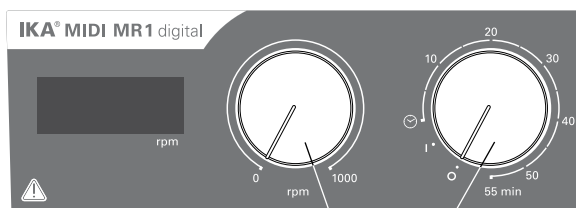

Fig. 3
- ☞ 「オン/オフ」および「タイマー」ダイヤルノブ (B, Fig. 3参照) を時計回りに「1」の位置まで回し、本体の電源を入れます。
- ☞ 「オン/オフ」および「タイマー」ダイヤルノブ (B) を「0」の位置まで回し、本体の電源を切ります。
- ☞ 「回転数」ダイヤルノブ (C, Fig. 3参照) を回すことにより、MIDI MR 1 digitalは0~1000rpm、MAXI MR 1 digitalは0~600rpmの範囲内で回転速度を設定することができます。